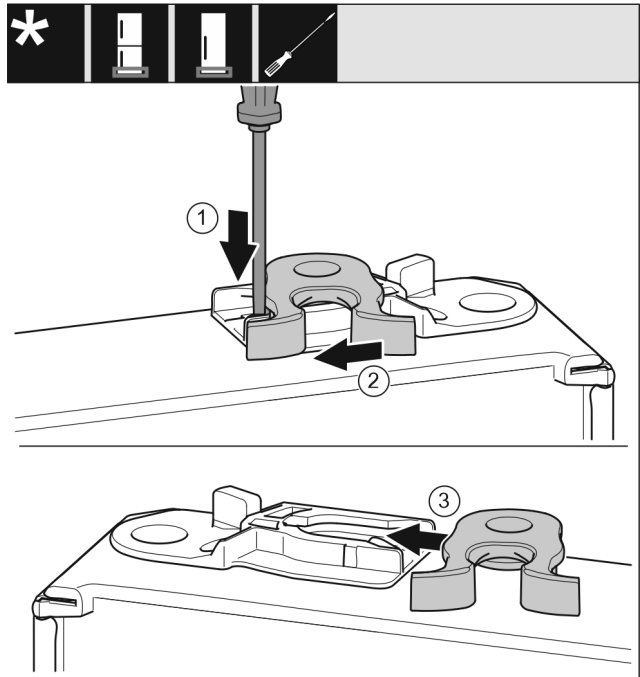

Fig. 17
- Прижмите накладку Fig. 17 (1) шлицевой отверткой вниз.
- Выведите запорный крючок Fig. 17 (2) из направляющей.
- Вставьте запорный крючок Fig. 17 (3) в направляющую с другой стороны.